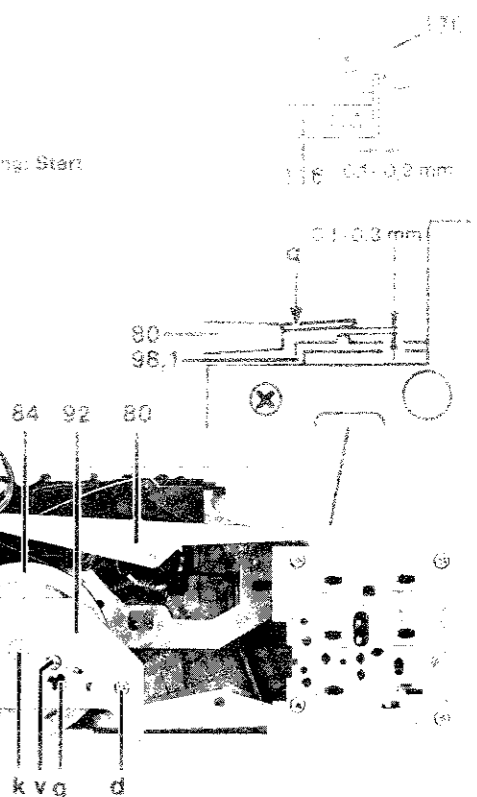

Abb. 10
- Bei Einbau des Motors achten (siehe Abb. 10)
12. Motorriemen wechseln (Abb. 10, 7)
13. Schwingscheibe wechseln (Abb. 10, 7)
14. Axialspiel der Tonwelle einstellen (Abb. 10)
15. Bandlauf (Abb. 10)
- Zwischen Abschaltelhebel 80 und Rastschieber 98.1 muß ein Spiel von 0,1 - 0,3 mm sein. Nachstellbar an Stelle q (Abb. 10)
17. Bandgeschwindigkeit einstellen (Abb. 10)